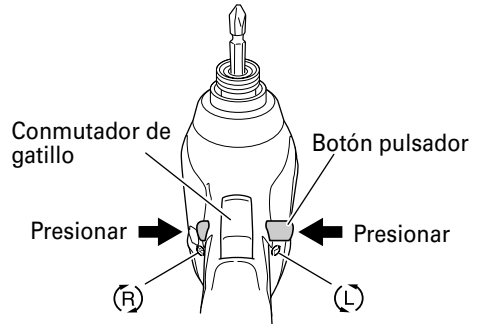

Fig. 6
El manguito girará hacia la derecha (mirándola desde atrás) al oprimir el lado R (der.) del botón pulsador. El lado L (izq.) del botón pulsador se usa para hacer girar el manguito hacia la izquierda. (Vea la Fig. 6). (Las marcas (L) y (R) están en el cuerpo de la herramienta.